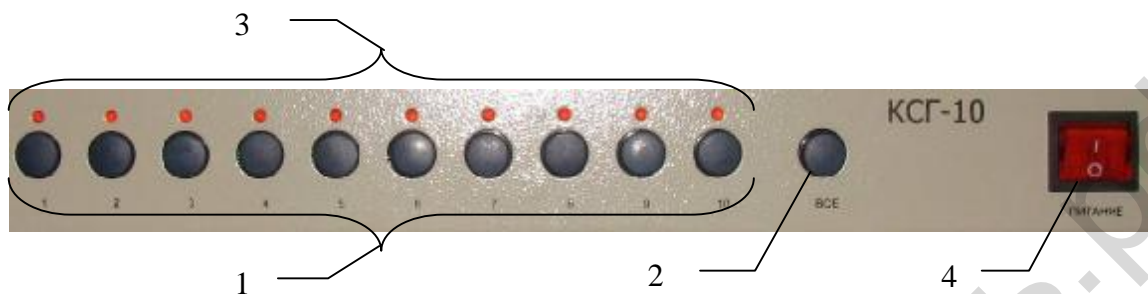
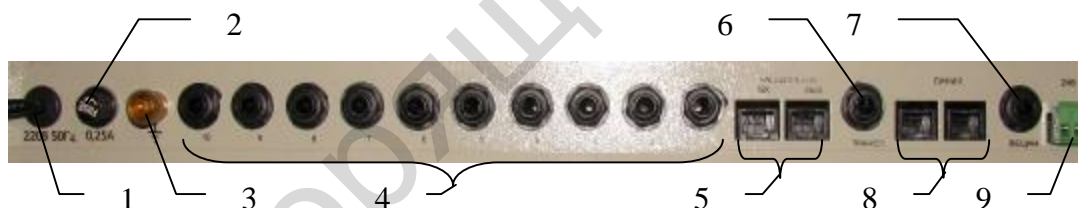

Рисунок 1 – Вид лицевой панели
Рисунок 2 – Вид задней панели
Коммутатор конструктивно выполнен в виде корпуса для установки в 19-ти дюймовую стойку. На лицевой панели коммутатора находятся такие органы управления и индикации (см. рис. 1).
На задней панели коммутатора расположены (см. рис. 2):
2.2.9 Подключить линейные выходы (например, к усилительной аппаратуре), линии связи и управления (см. рис.2) и при необходимости источник фонового сигнала.
2.2.10 При необходимости подключить источник аварийного напряжения 24В (см. рис.2). Полярность значения не имеет.
Для того чтобы скоммутировать источник сигнала оповещения на один из линейных выходов, пользователь однократно нажимает соответствующую кнопку на лицевой панели коммутатора (см. рис.1). При этом соответствующий индикатор загорится. При необходимости отключить скоммутированный линейный выход достаточно еще раз однократно нажать соответствующую кнопку, при этом соответствующий индикатор потухнет. Для коммутации сигнала оповещения на все линейные выходы достаточно на лицевой панели нажать кнопку «ВСЕ» (см. рис.1), после чего все индикаторы загорятся. Повторное нажатие этой кнопки приведет к переходу коммутатора в исходное состояние (освобождение всех линейных выходов). Для любого линейного выхода справедливо: если он не скоммутирован на сигнал оповещения, то он скоммутирован на линейный вход источника фонового сигнала (рисунок 2, позиция б).